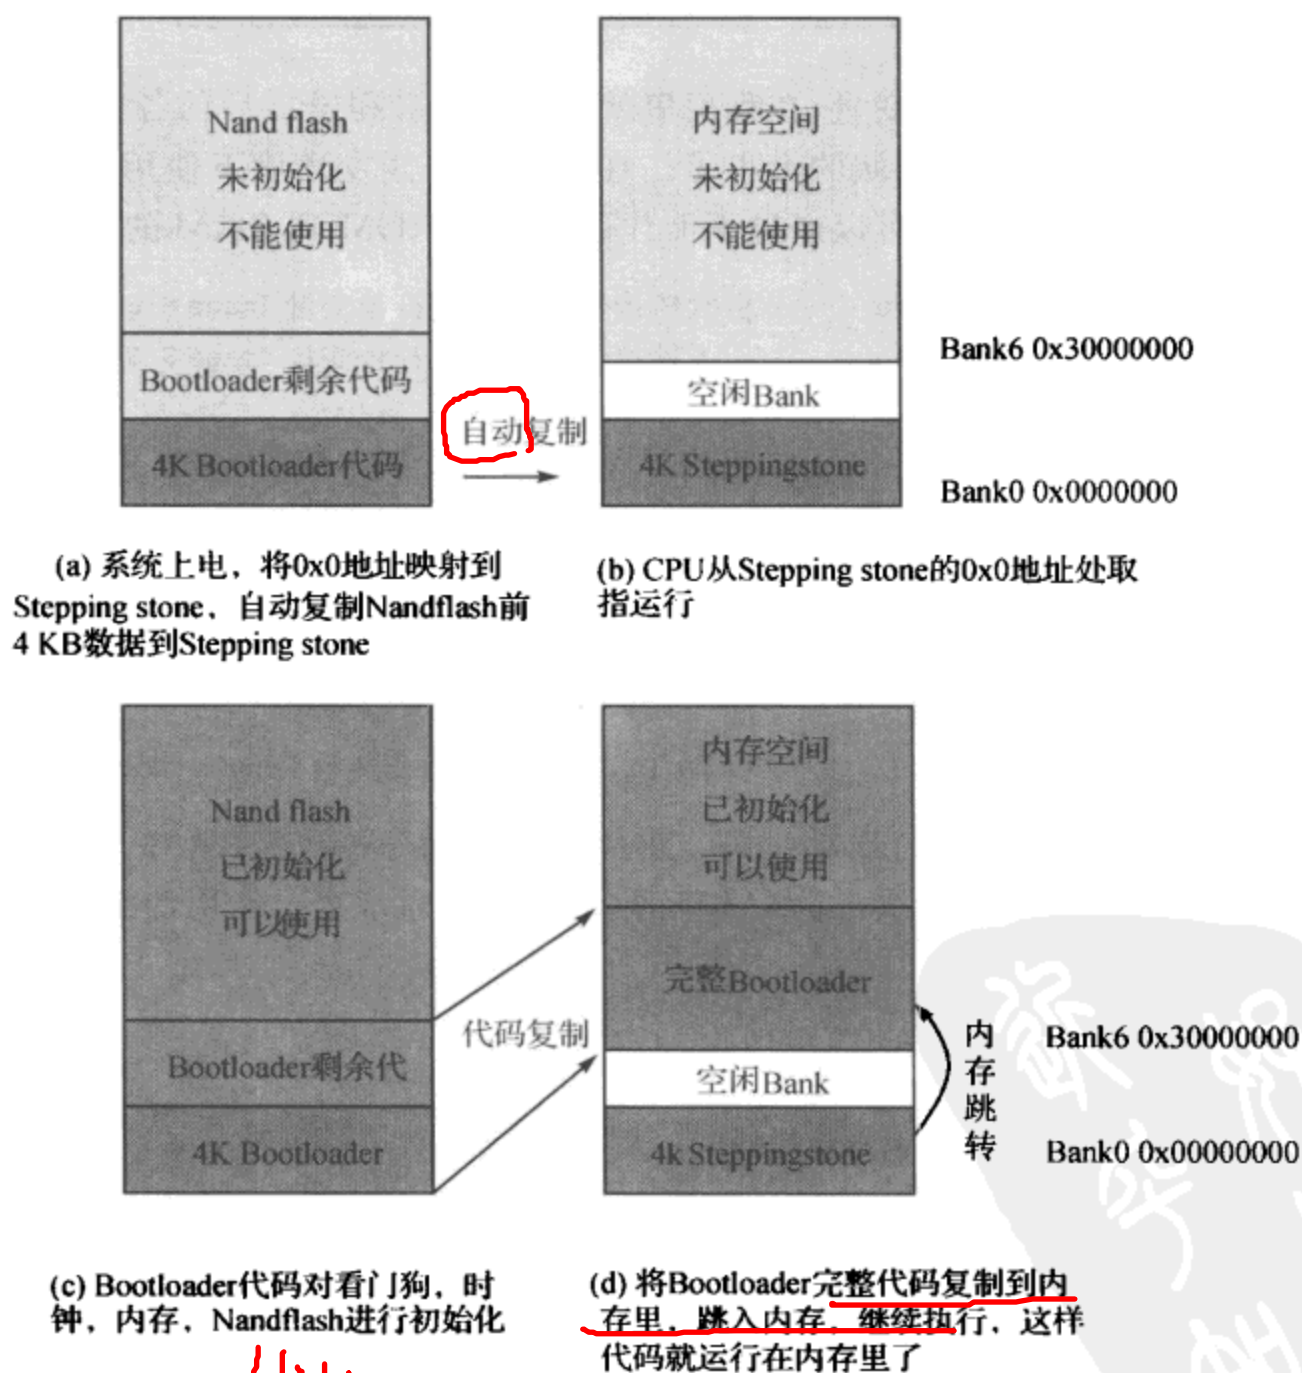

图 2-41 Nandflash 启动过程
(1) S3C2440 的 Nandflash 启动。当系统选择从 Nandflash 启动之后,硬件自动将 0x0 地址映射到 Stepping stone,同时将 Nandflash 前 4 KB 代码复制到 Stepping stone,由于 Stepping stone 大小只有 4 KB,而系统启动程序大小往往超过 4KB,这就需要将全部的启动代码从 Stepping stone 搬运到空间更大的内存中运行。又由于内存、Nandflash 等硬件还没有被驱动起来,不能正常使用,这就要保证 Stepping stone 里的代码必须要先对搬运过程中相关硬件进行初始化,然后执行搬运工作,搬运完成之后,跳入到内存中继续运行,以上工作都要在 Stepping stone 里实现,如图 2-41 所示。